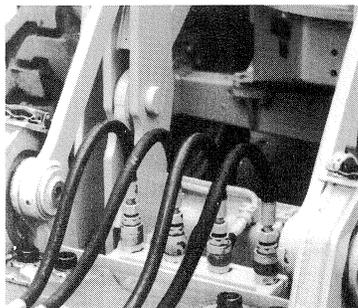

fig. 38
- (2) Enlever les chapeaux antipoussières des accouplements rapides. Raccorder les accouplements rapides des tuyaux souples aux accouplements rapides du bras (fig. 38). Faire attention aux marquages colorés